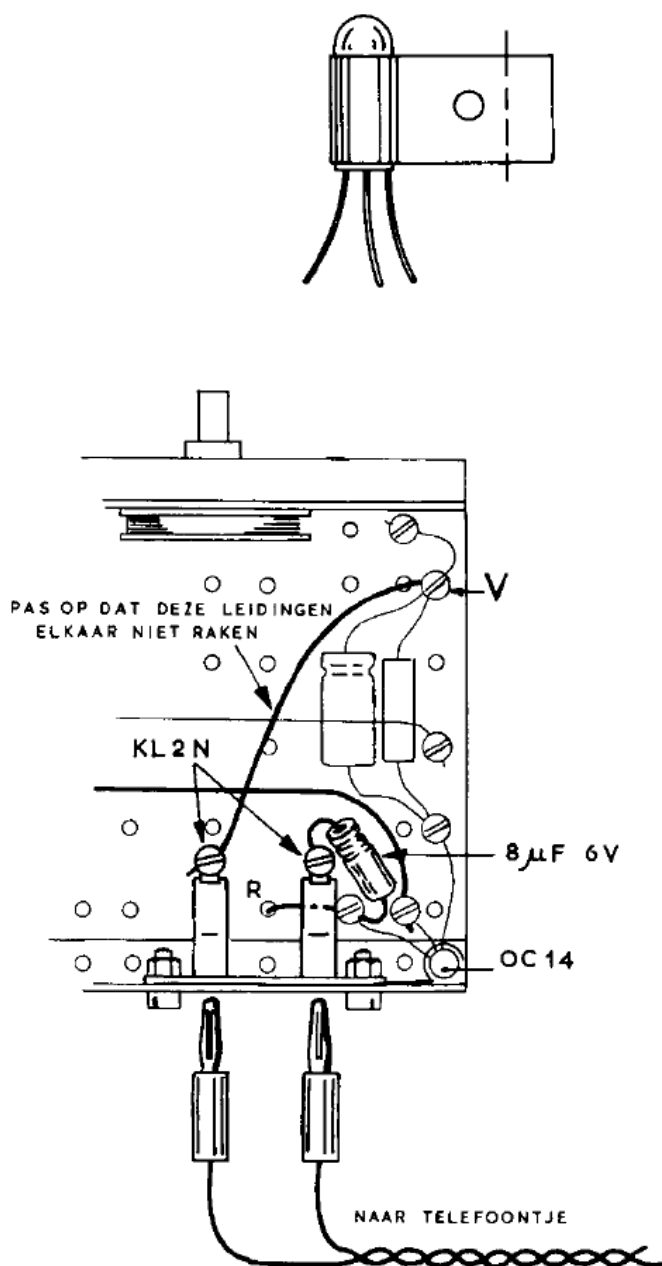
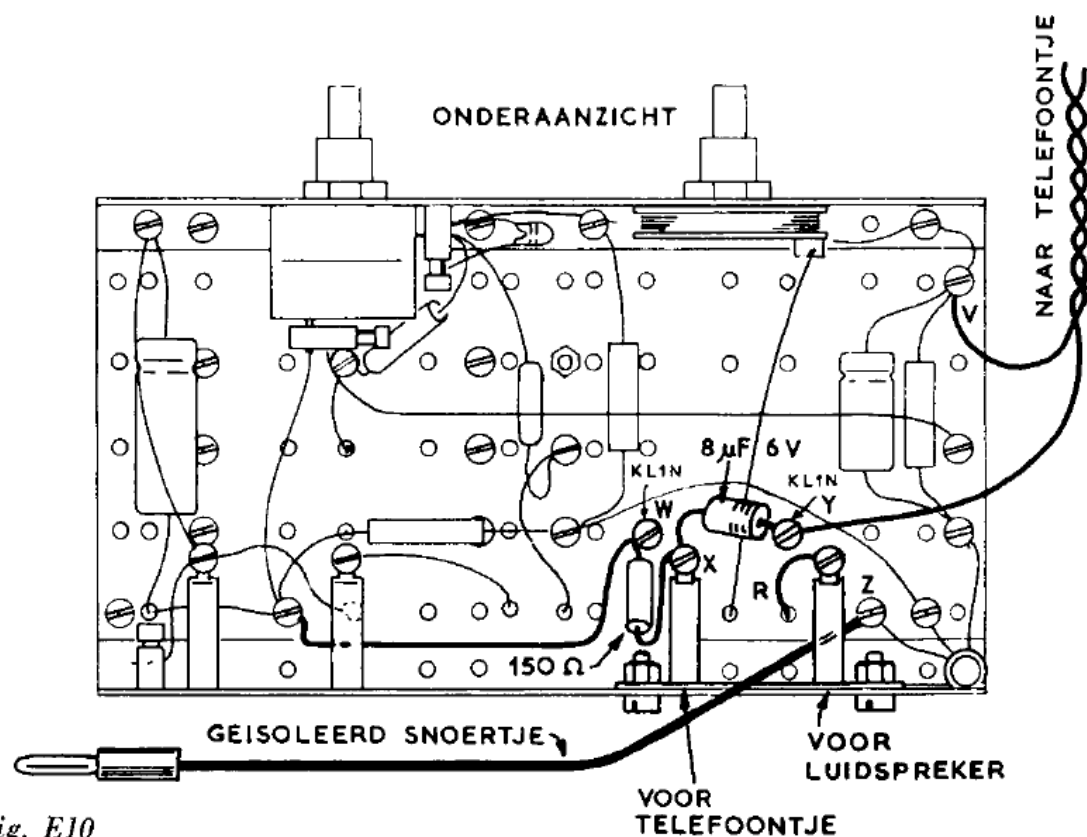
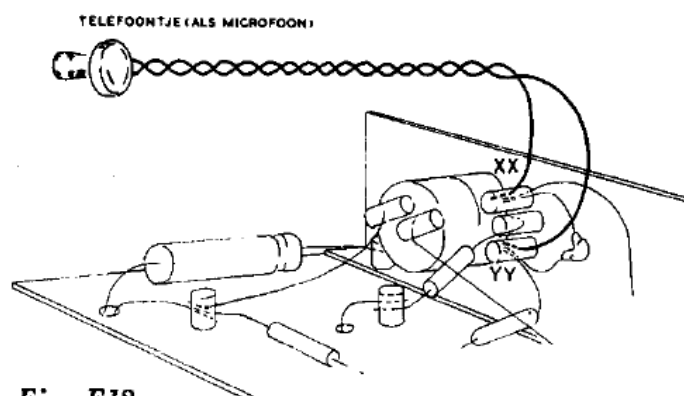

Fig. E8
Fig. E10
Fig. E12
2. Monteer deze stekerbuisplaat nu tegen de metalen montageplaat, naast de transistor OC 14 (fig. E8).
3. Breng de elektrolytische condensator van $8 \mu\text{F} - 6 \text{ V}$ aan volgens figuur E8. De rillen in de condensator komen aan de kant van de stekerbuisplaat.
4. Leg een leiding van de tweede klem op de stekerbuisplaat naar klem V op de bruine isolatieplaat (fig. E8). Zorg er voor, dat deze leiding helemaal vrij is. Gebruik eventueel geïsoleerd montagedraad.
1. Verleg leiding C zó, dat twee extra klemmen KL 1N kunnen worden aangebracht (fig. E10). Leiding C komt nu dicht langs verschillende onderdelen te liggen en het is dus beter geïsoleerd montagedraad te gebruiken.
3. Zet twee extra klemmen KL 1 N vast in de gaten, die in fig. E10 zijn aangegeven.
5. Monteer vervolgens deze stekerbuisplaat naast de transistor OC 14 tegen de metalen montageplaat (fig. E10). Zie de opmerking bij fig. E8.
6. Breng, volgens fig. E10, een weerstand van 150 ohm aan tussen klem X aan de stekerbuisplaat en de extra klem W. De kleurringen op een 150 ohm-weerstand zijn achtereenvolgens bruin-groen-bruin.
7. Monteer een **elektrolytische condensator** van $8 \mu\text{F} - 6 \text{ V}$ tussen de klemmen X en Y (fig. E10). Denk om de juiste stand van deze condensator!
9. Leg nu een leiding tussen klem W en de klem nabij de antenne/aardestekerbuisplaat, waaraan onder andere de leiding vanaf de potentiometer-schakelaar is vastgemaakt (fig. E10).
12. Zet het telefoonsnoertje vast in de klemmen V en Y (fig. E10).
In figuur E12 is nog eens getekend, waar de aansluitdraden van het telefoontje precies moeten worden vastgezet. Als je zo de „Pionier III” inschakelt, dan zal het geluid dat het microfoontje opvangt weer uit de luidspreker te voorschijn komen. Hoor jezelf maar eens in actie als radio-omroeper!
Misschien vind je het prettiger als je de microfoon los kunt nemen, wanneer je dat wilt. Met behulp van een extra stekerbuisplaat kunnen we ook dat mogelijk maken. Maak deze stekerbuisplaat vast tegen de metalen montageplaat, naast de transistor OC 14, dus juist als in fig. E8. Verbind daarna elk van de bussen van de stekerbuisplaat met één van de in figuur E12 aangegeven klemmen XX en YY aan de potentiometer. Het telefoontje kan nu met behulp van twee banaanstekers worden aangesloten.
De Philips „Pionier III” kan worden gebruikt voor het weergeven van grammofoonmuziek. Juist zoals we de elektrische trillingen van het microfoontje kunnen versterken en met behulp van de luidspreker hoorbaar maken, kunnen we ook de elektrische trillingen van een grammofoon aan de „Pionier” toevoeren. Het snoer van de grammofoon moet je dan op dezelfde manier aansluiten als het snoertje van het telefoontje (microfoontje) in fig. E12. Dus: aan de twee buitenste klemmen aan de potentiometer.
Om een goede geluidswaergave te verkrijgen, verdient het aanbeveling nog een weerstand met een waarde tussen 100.000 en 330.000 ohm aan te sluiten, zie figuur E15. (De klemmen XX en YY in deze figuur zijn dezelfde als die in figuur E12.)
Een fluittoon kan met de „Pionier III” op verschillende manieren worden gemaakt. Eén van die methoden is eigenlijk al genoemd op blz. 32. Wanneer het kristaltelefoontje wordt gebruikt als microfoon en je houdt het dicht bij de luidspreker, dan ontstaat „rondzingen”, waarbij de luidspreker een fluittoon laat horen. Om morse-tekens te kunnen maken, kun je de seinsleutel aansluiten tussen de draadklem YY (fig. E12) en één aansluitdraad van het telefoontje. De andere aansluitdraad van het telefoontje blijft in klem XX vast zitten. Dus: het telefoontje moet aangesloten zijn tussen klem XX en de seinsleutel, terwijl de tweede aansluiting van deze laatste via een draad met klem YY wordt doorverbonden (zie fig. E12).